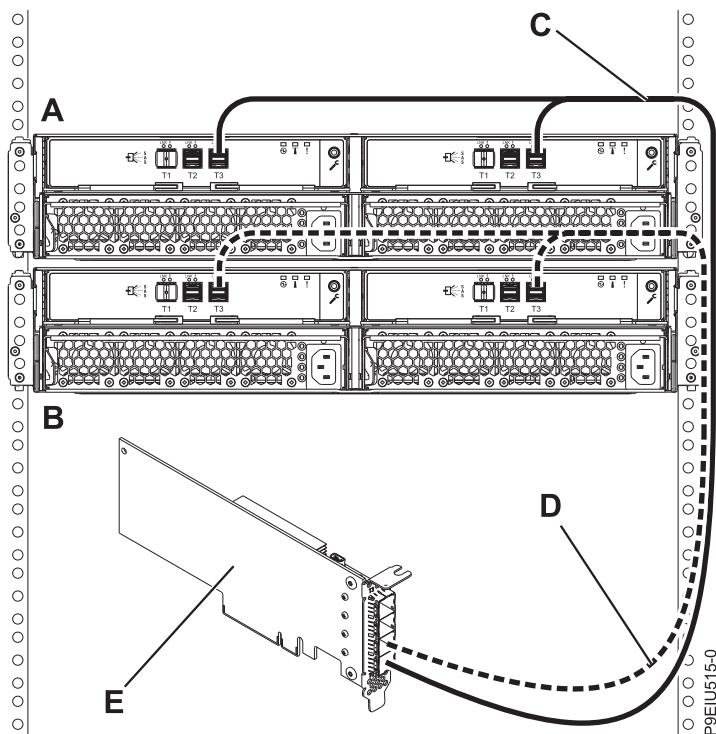

Figure 14. Connexion de mode 1 de deux armoires de stockage ESLL ou ESLS avec des câbles YO12 à un adaptateur SAS FC EJ0J ou FC EJ0M unique
14. Effectuez une connexion de mode 1 de deux boîtiers (A et B) via des câbles YO12 (C et D) à un seul adaptateur SAS FC EJ0J ou FC EJ0M (E), comme illustré dans la figure 14, à la page 16, puis passez à la section «Connexion des câbles et des cordons d'alimentation et installation des capots», à la page 22.